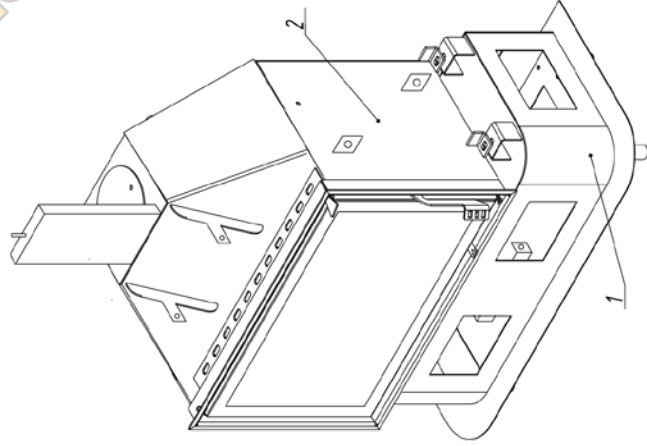

Рис. 1
1. Основание 1 молочная камера 2 поставляются заводом-изготовителем в собранном виде (Рис. 1)